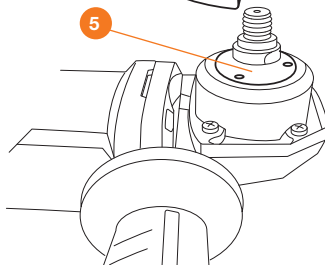

Рис. 5
- Установите защитный кожух 4 и прижимную пластину 3 на фланец 5 корпуса УШМ (Рис. 5). Защитный кожух и прижимная пластина должны быть направлены в сторону рукоятки. Выпуклая часть язычка 2 прижимной пластины 3 должна быть направлена вниз, к корпусу УШМ.
- Закрепите пластину 3 и кожух 4 винтами 1. Затяните винты с небольшим усилием (Рис. 5).